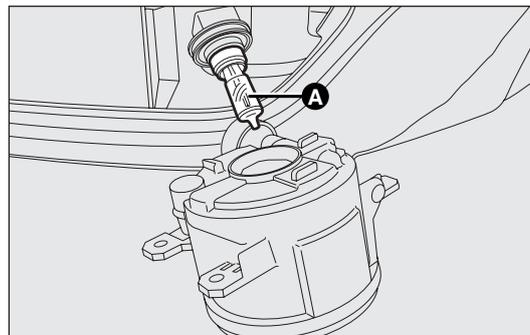

fig. 168
- estrarre la lampada A-fig.168 ruotandola in senso antiorario e scollegare il connettore elettrico.